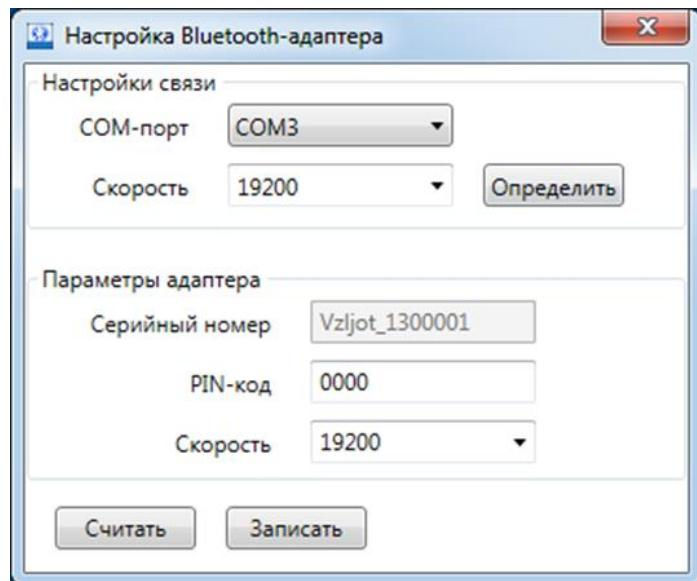

Рис.5. Ввод PIN-кода и скорости обмена с адаптером.
3.3.6. Введите PIN-код и выберите скорость обмена с адаптером (рис.5):